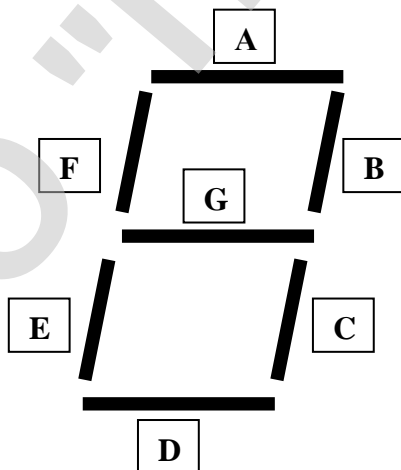

Рис.1 Расположение сегментов индикатора
Схема ЭУЦ построена по принципу использования семисегментного индикатора. В состав ЭУЦ входят два индикатора. Расположение сегментов индикатора показано на рис. 1
- Выводы А,В,С,Д,Е,Ф,Г – предназначены для включения соответствующих сегментов индикаторов см. *Рис.1 Расположение сегментов индикатора*